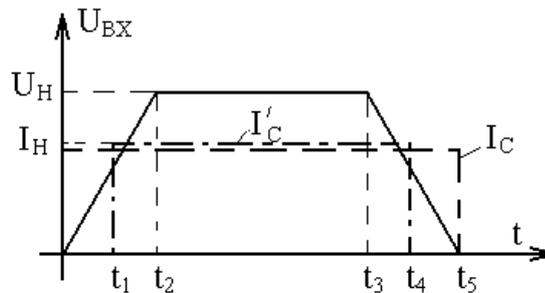

Рис. 5.2
- 1) разгон и торможение двигателя на холостом ходу при изменении напряжения якоря в соответствии с рис. 5.2.;
Величины и характер изменения  $U_{я}(t)$  и  $I_{с}(t)$  для каждого варианта представлены на рис. 5.2 и в табл. 5.2.